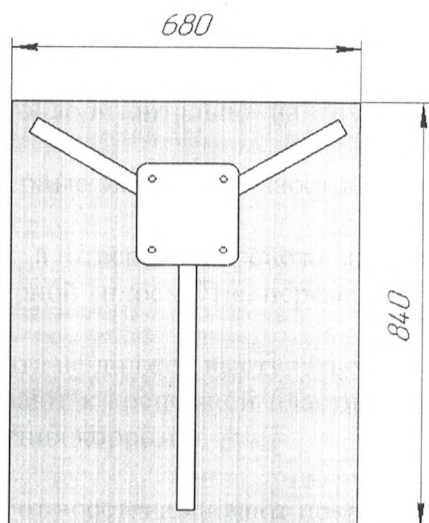

Рис.5 Схема фундамента
- разметить площадку (рис.5) и подготовить яму 1200x680x500;